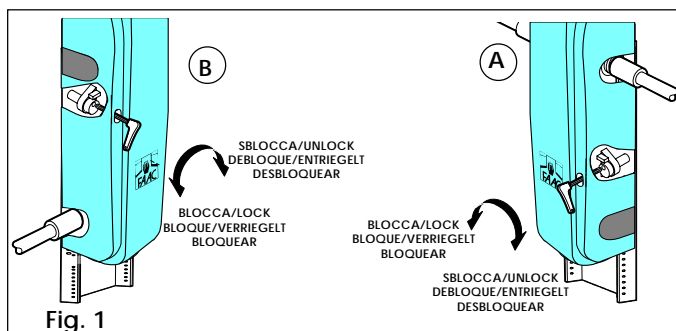
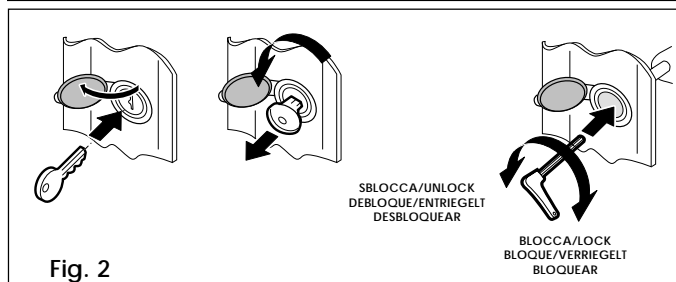

Fig. 1
Fig. 2
- **Desde el interior (Fig. 1)** Introducir la llave hueca hexagonal y girarla en la dirección de las agujas del reloj alrededor de medio giro hasta que se pare.
**Advertencia:** según el tipo de instalación, el desbloqueo puede estar en el lado derecho (A) o izquierdo (B).
- **Desde el exterior (Fig. 2)**
- **Desde el interior (Fig. 1)** Insertar la llave hueca hexagonal y girarla en sentido antihorario alrededor de medio giro hasta que se detenga.